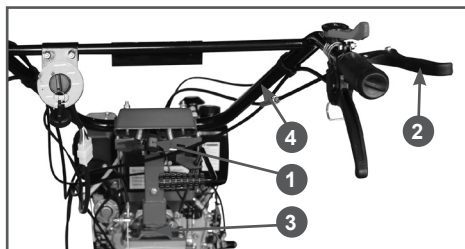

Рис. 4 Установка рабочих рукояток
9. Установите рабочие рукоятки 4 на опору 3 рукояток мотоблока (Рис. 4). Отрегулируйте положение рукояток по высоте (рычагом регулировки высоты 1) и углу поворота (рычагом регулировки угла 2).